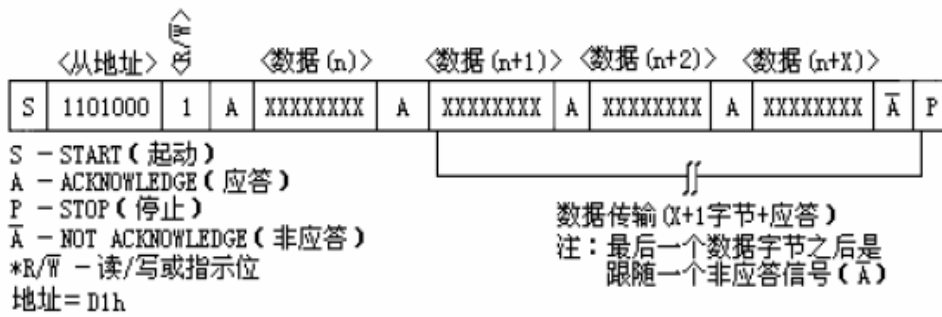

图7. 数据读 - 从器件发送模式
2、从发送器模式 (FS1007读模式)：对第一个字节的接收和处理，同从接收器模式一样。然而在这种模式中，指示位将指示传输地址是无效的。当 SCL 上有串行时钟输入时，串行数据通过 FS1007 在 SDA 上传输，START (起动) 条件和 STOP (停止) 条件用于识别串行传输的始末端 (见图 7)。在由主器件产生的 START (起动) 条件后接收到的第一个字节为地址，包含一个 7 位的 FS1007 地址：1101000，跟随在指示位 (R/ \bar{W}) 之后 (此时为读操作，该位为 1)。在接收并译出地址信息后，器件将在 SDA 线上输入一个应答。然后，FS1007 将开始传送以寄存器指针所指定的寄存器地址为起始的数据。如果在读模式初始化前没有写入寄存器指针，则读出的第一个地址是存储在寄存器指针中的最后一个。当要终止读操作时，FS1007 必须接收一个“不应答”。